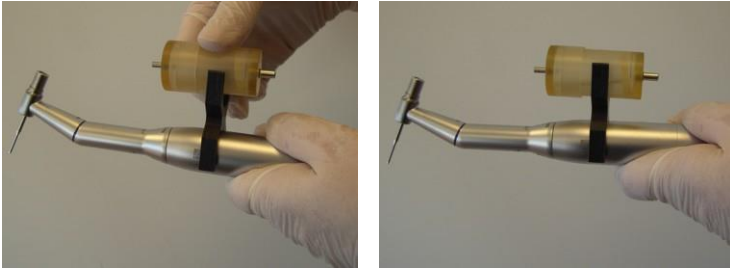

Figura 3-56. Colocación del colector de injertos en el sujetador de la pieza manual
12. Coloque el colector de injertos en el sujetador (en la pieza manual) con el lado para injertos hacia el cabezal de la pieza, como se muestra en la Figura 3-56.